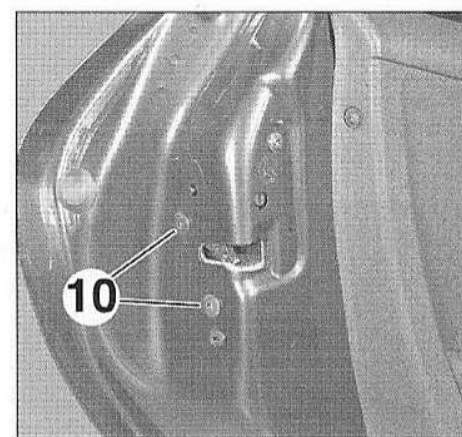

FIG.100
- Déposer les vis (10) (Fig.100).